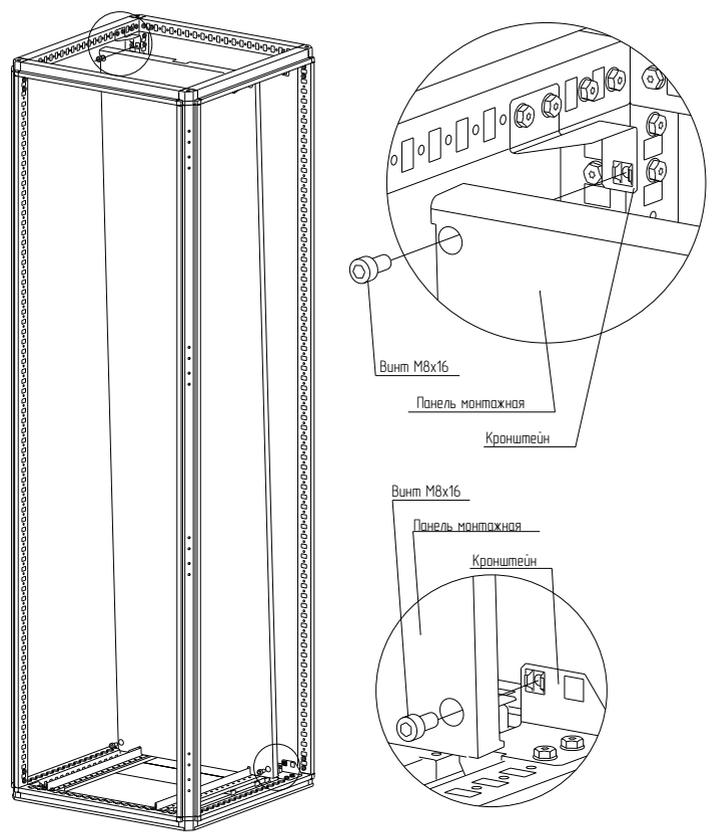

Рисунок 10
4.4.4 Прислонить панель монтажную к кронштейнам и закрепить винтами М8×16 (рисунок 10). Момент затяжки – 10 Н·м.